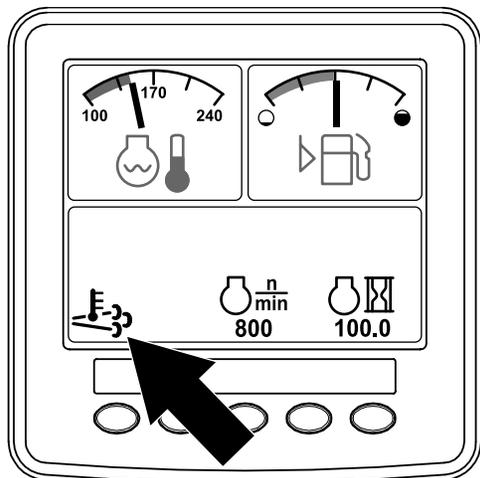

図 10
- インフォセンターには、 排気高温アイコンが表示されます 図 10。